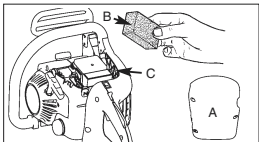

Abb. 18
- Entfernen Sie die obere Abdeckung (A), indem Sie Befestigungsschrauben der Abdeckung entfernen. Die Abdeckung lässt sich dann abnehmen (Abb. 18).